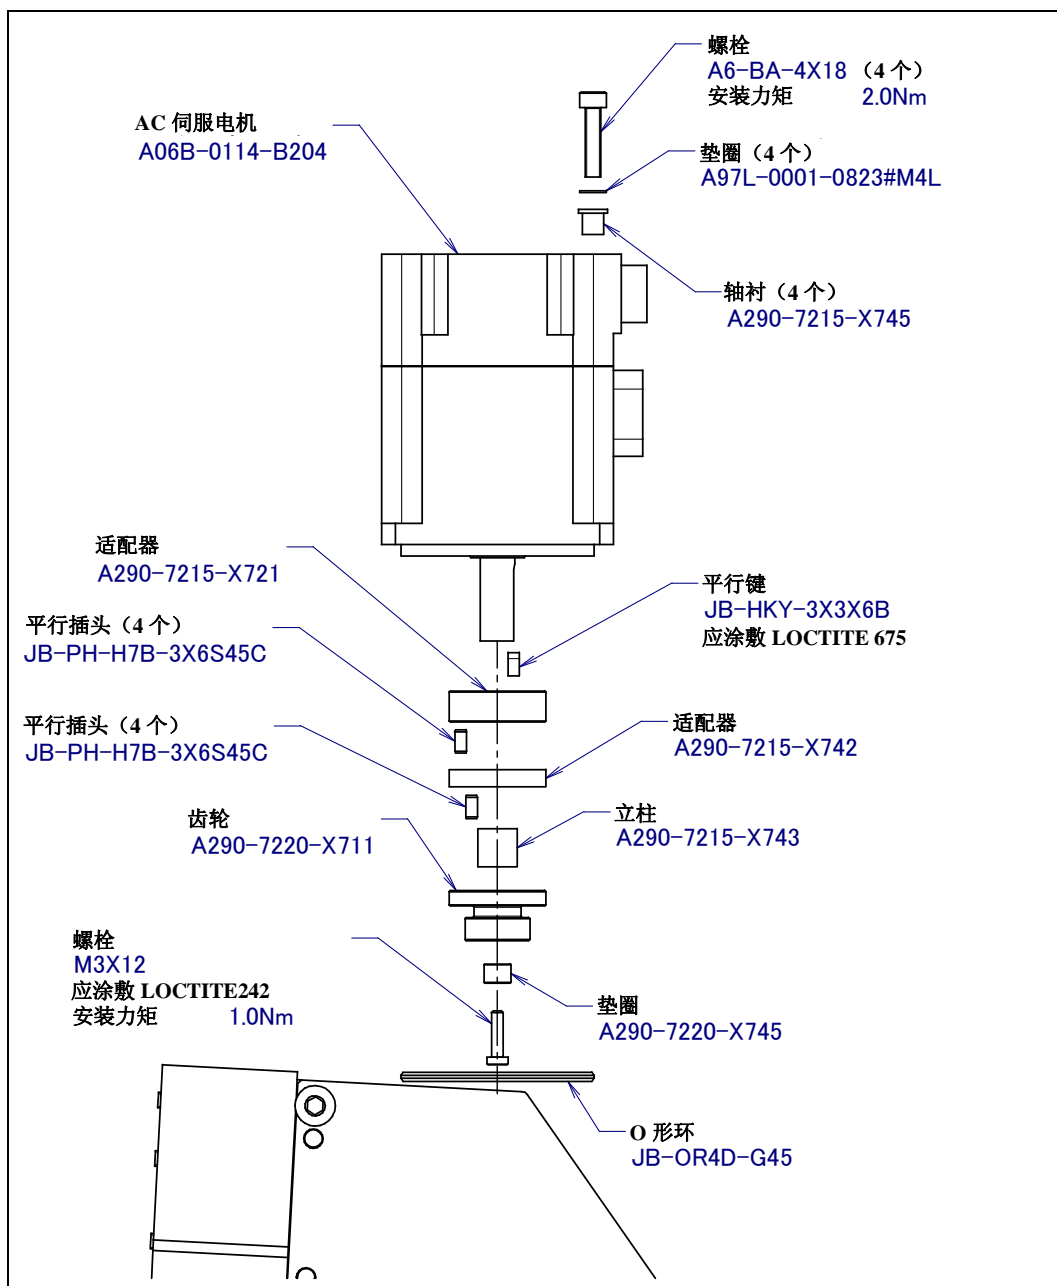

图 8.4 电机的更换 (铝用伺服焊炬)
- 5 参照图 8.4，松开轴杆前端的螺栓 M3 (1 个)，拉出齿轮、适配器类。(※)有关适配器等树脂制部件，拆除时要注意避免施加过猛的力而导致破损。